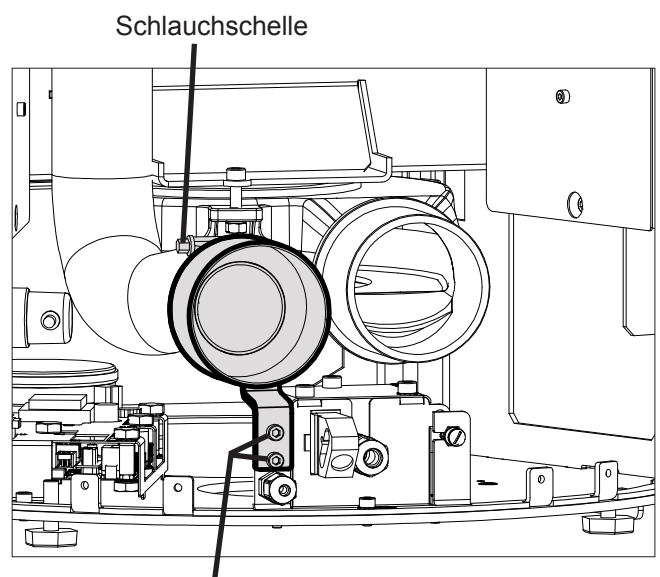

Fig.3 Schlauchschelle
- Schlauchschelle an der Verbrennungsluftleitung lösen und Verbrennungsluftstutzen entfernen (Fig.3).